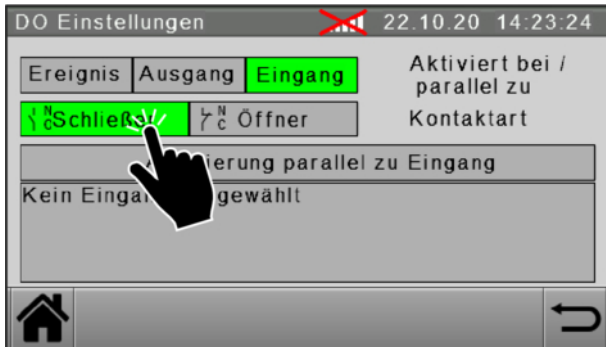

Abb. 80: DO Einstellungen - Eingang / Kontaktart
3. Kontaktart des Ausgangs wählen (siehe Abbildung 80).